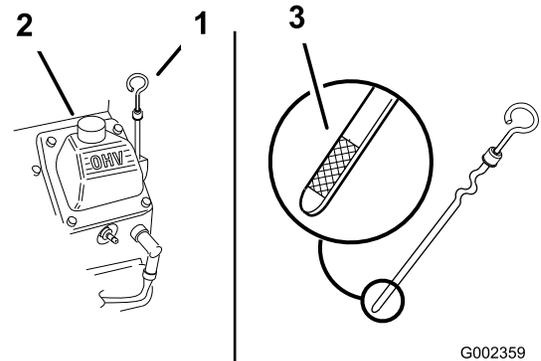

Рисунок 16
3. Очистите поверхность вокруг масломерного щупа (Рисунок 16), чтобы загрязнения не попали в заливное отверстие и не повредили двигатель.
4. Выверните масломерный щуп и начисто протрите его конец (Рисунок 16).
5. Вставьте масломерный щуп в заливную горловину до упора, но не заворачивайте в нее (Рисунок 16).
6. Медленно залейте приблизительно 80% указанного количества масла в заливную горловину (Рисунок 16).